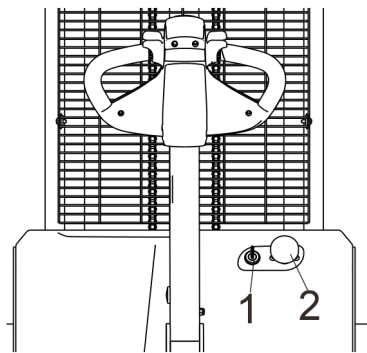

图 7-1 操作控制台
- 小心的将急停开关（图 7-1 中 2 ）拔起。
- 开始操作时插入钥匙开关（图 7-1 中 1 ），将其旋转至打开位置。